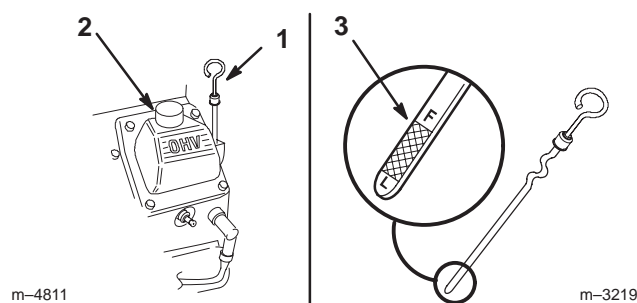

Figure 39
3. Nettoyez la surface autour de la jauge d'huile (Fig. 39) pour éviter que des impuretés ne s'introduisent dans le goulot de remplissage, ce qui risquerait d'endommager le moteur.
4. Sortez la jauge d'huile et essuyez soigneusement l'extrémité métallique (Fig. 39).
5. Enfoncez la jauge complètement dans le goulot de remplissage. Sortez de nouveau la jauge et examinez l'extrémité métallique (Fig. 39). Si le niveau est bas, versez lentement une quantité d'huile suffisante dans le goulot de remplissage pour amener le niveau au repère du plein (F).
5. Versez lentement environ 80% de la quantité d'huile spécifiée dans le goulot de remplissage (Fig. 39) (voir Changement de l'huile moteur et du filtre, page 35).